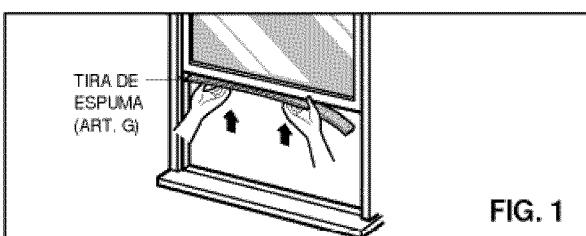

FIG. 1
- 1 Corte la TIRA DE ESPUMA (ARTÍCULO G) para ajustarse a la parte inferior del marco de la ventana. Abra la ventana, quite la protección posterior de la tira y una la TIRA DE ESPUMA como se muestra en la FIG. 1.